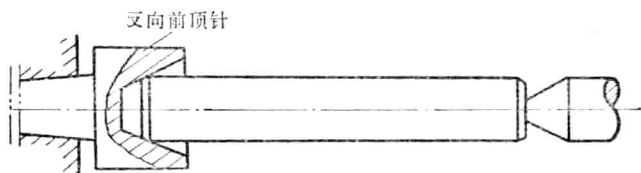

图 4 反向前顶针 (即不停车夹具)。
(4) 对于精度要求较低的轴类零件, 可以采用反向前顶针的快速安装法。在主轴锥孔中插一反向前顶针 (如图 4), 顶针上车一锥孔。安装时, 把轴的右端中心孔与后顶针接触, 并摇动尾架手轮, 使工件左端与反向前顶针的锥孔靠紧, 这时随主轴转动的反向前顶针通过锥孔而带动工件旋转。当然工件的两端必须先倒好角。采用这种安装法可以节省很多装卸时间, 但在装卸时必须注意安全。